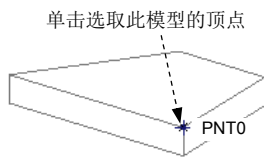

图 3.17.10 顶点基准点的创建
如图 3.17.10 所示, 现需要在模型的顶点处创建一个基准点 PNT0, 操作步骤如下:
Step3. 如图 3.17.10 所示, 选取模型的顶点, 系统立即在此顶点处产生一个基准点 PNT0。